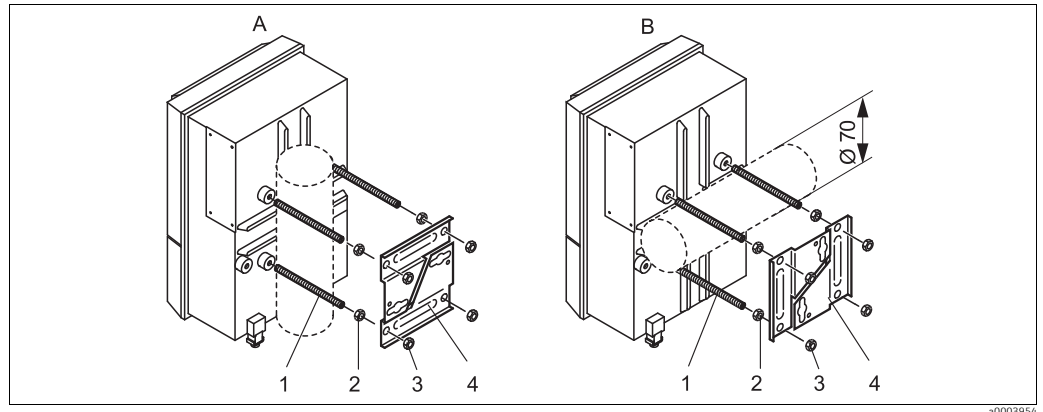

Abb. 10: Mastmontage
4. Schieben Sie die Halterungsplatten (Pos. 4) gemäß Abb. 10 auf die Halterungsschrauben.